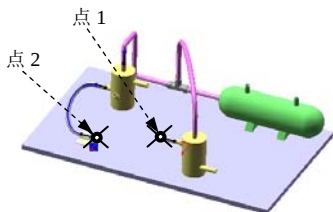

图 11.10.12 选取步路点
Step5. 创建自动步路。选取图 11.10.12 所示的点 1 并右击，在系统弹出的快捷菜单中选择  **自动步路(A)** 命令，系统弹出“自动步路”对话框，再选取点 2 为自动步路结束点，单击对话框中的  按钮，完成自动步路。